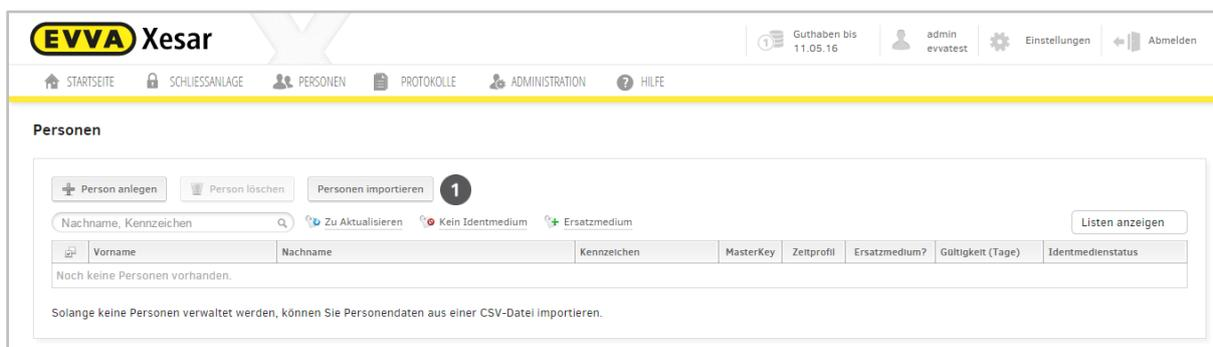

Abbildung 114: Personen importieren
- Klicken Sie auf die Schaltfläche **Personen importieren** ❶ (Abbildung 114: Personen importieren).